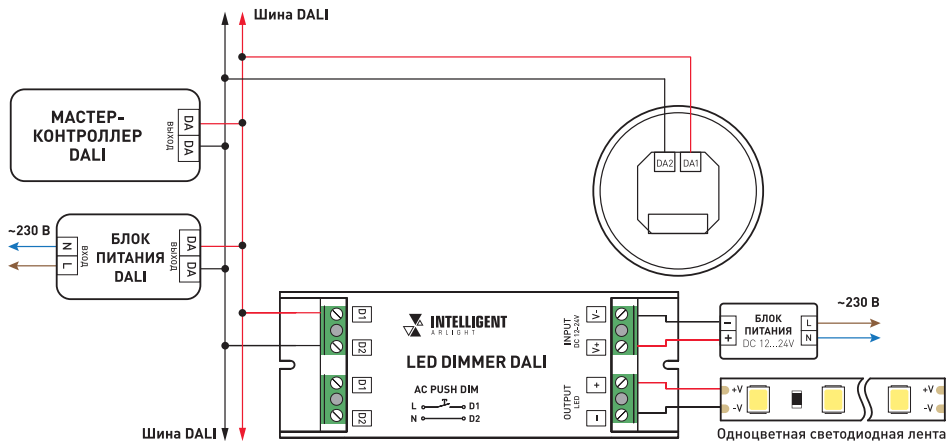

Рис. 1. Схема подключения датчика DALI2-301-15-72-FP-IN
3. Подключите датчик согласно схеме, представленной на рис. 1.